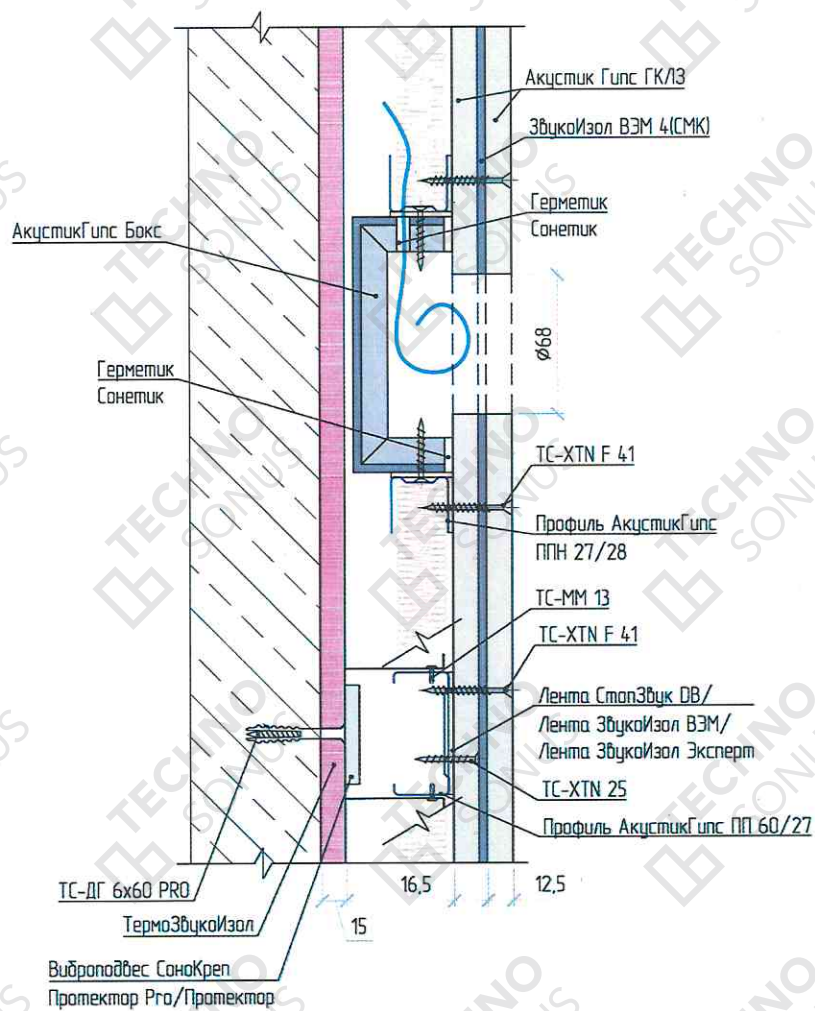

Рисунок 9 – Устройство звукоизоляции розеток в каркасной облицовке «Стандарт М».
6.10. Выполнить установку звукоизоляционных подрозетников АкустикГипс Бокс (если предусмотрена проектом именно эта модель) при помощи устройства перемычек-закладных из профиля направляющего АкустикГипс Профиль ППН 28x27 (рисунок 9). Перед установкой АкустикГипс Бокс, в коробе необходимо просверлить отверстие диаметром больше сечения провода на 5 мм. Через него заводим провод и фиксируем к закладным на саморезы ТС-ММ 4,2x13. Важно установить АкустикГипс Бокс в одну плоскость с каркасом. После установки заполняем отверстие вокруг провода виброакустическим герметиком Сонетик.